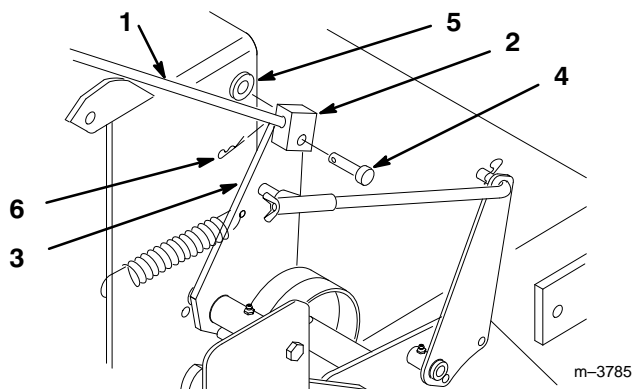

Figure 5
1. Visser les tourillons à la même distance sur les deux tiges de commande, à environ 50 mm (2") de l'extrémité pour commencer (Fig. 5).
2. Placer les tourillons avec la tige en haut, insérer les axes dans les tourillons et les trous de montage sur les équerres de renvoi (par l'extérieur) (Fig. 5), et les fixer à l'aide des rondelles de 6 mm (1/4") et des goupilles épingles (Fig. 5).